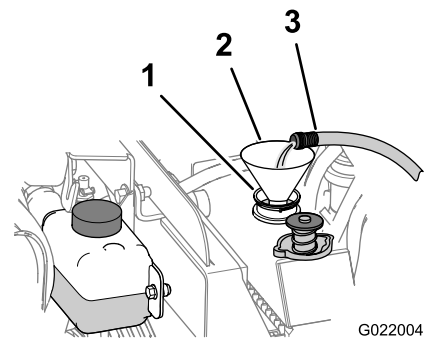

Figura 84
- B. Llene el radiador con agua limpia (Figura 84).